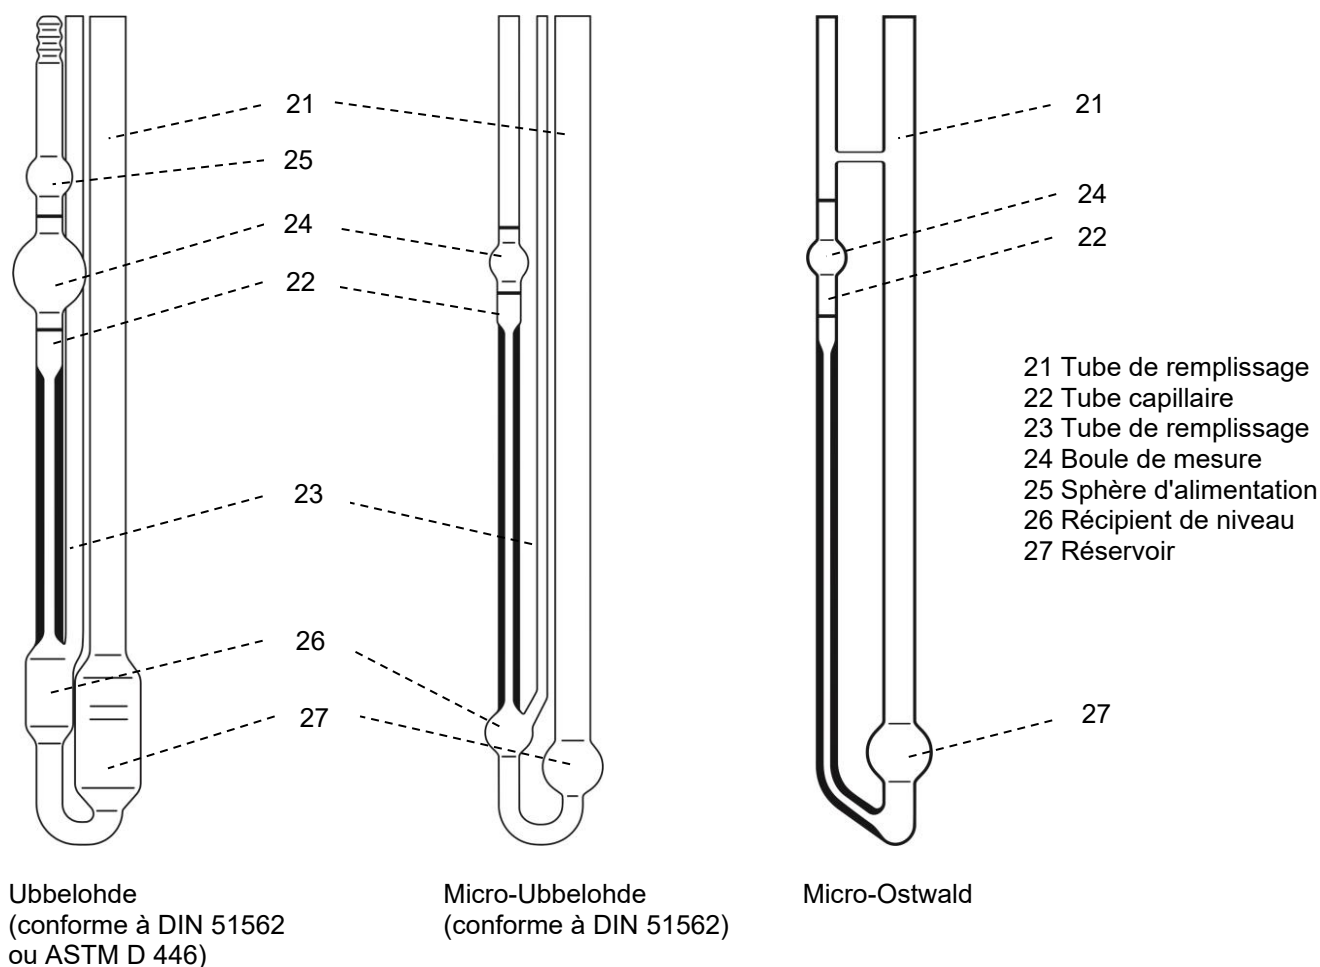

Fig. 2 Description des formes utilisables de viscosimètre
Pour les viscosimètres Ubbelohde, la boule d'alimentation (24) est située au-dessus de la boule de mesure (25) (voir  **Fig. 2**). Cette boule d'alimentation doit être au moins remplie à moitié avec le liquide à la fin du processus de pompage.